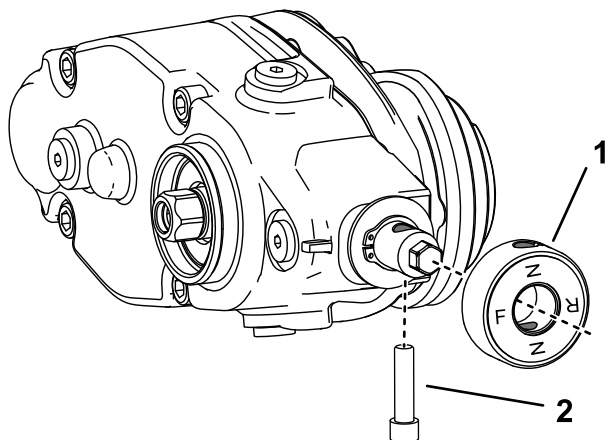

Figure 15
3. Si vous montez le groomer sur le côté gauche de la machine, procédez comme suit (Figure 15) :
- B. Déposez le bouton d'embrayage et retournez-le (Figure 15).